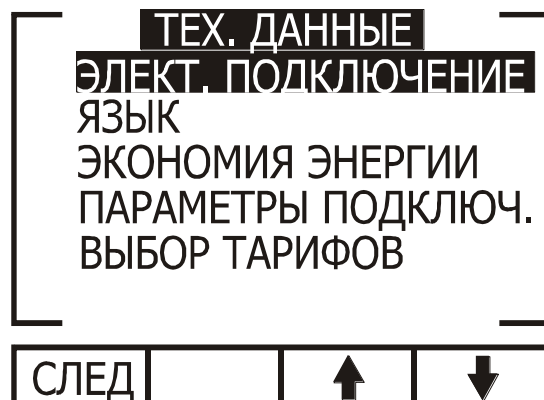

Рис. 21
3. Выберите пункт «Элект. подключение» и нажмите кнопку Enter (рис. 21):